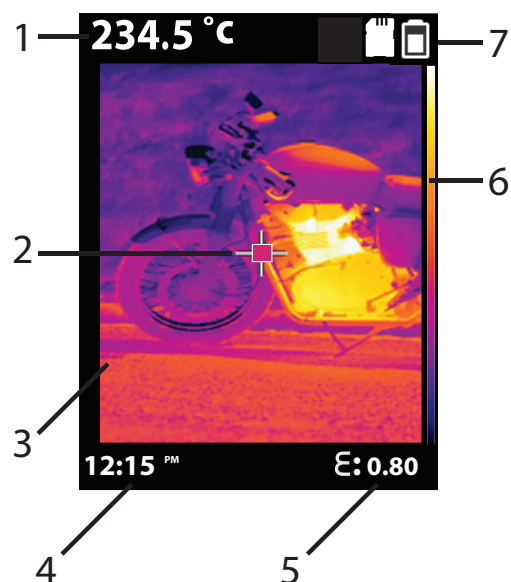

図 3-2 メイン画面
- この章の初めの図 3.2 の画面例を参照してください。また 4.2 章の[IR 温度計測定概要]、4.3 章の[測定位置までの距離比]、そして 4.4 章の[IR 画像の概要]を参照してください。